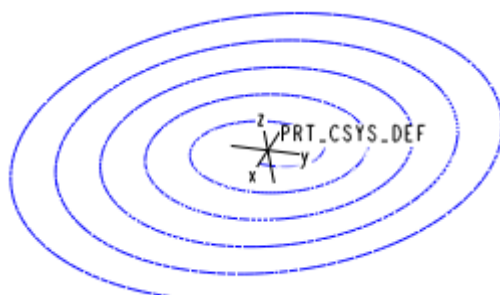

图 57-4
(5) 单击【曲线：从方程】对话框中的【确定】按钮，完成曲线的建立，如图 57-4 所示。